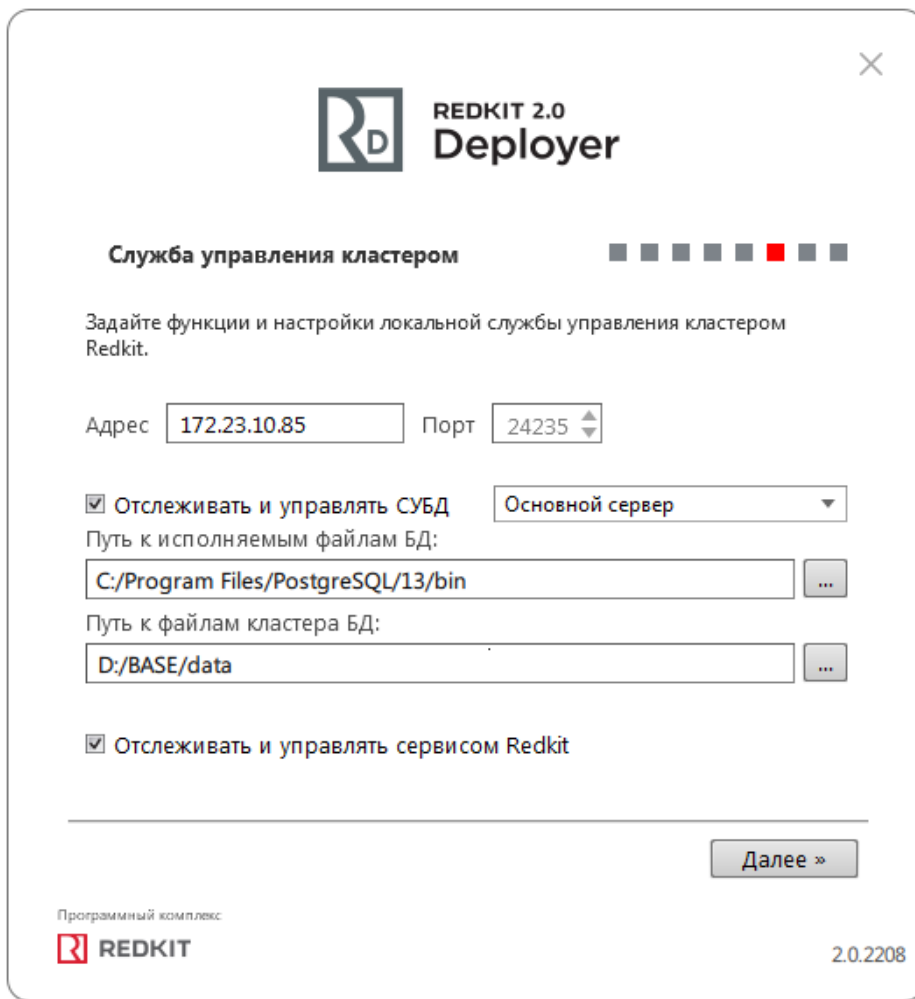

Рисунок 109 - Служба управления кластером
14. Укажите настройки службы управления кластера Redkit согласно Таблице 19 и нажмите **Далее** (Рисунок 109).